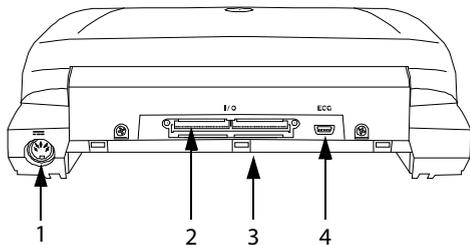

Abbildung 2-2 Anschlüsse – Systemrückseite: (1) Gleichstromeingang, (2) E/A-Anschluss, (3) Akku und (4) EKG-Stecker
- 1 Das Gleichstromkabel des Netzteils an den Anschluss am System anschließen. Siehe hierzu **Abbildung 2-2** auf Seite 2-2.